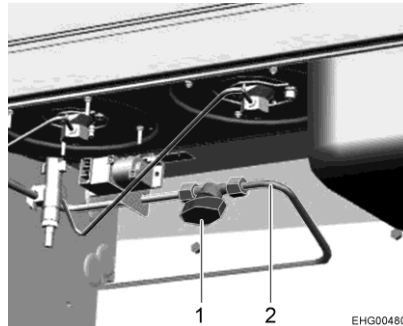

Fig. 28 Robinet d'arrêt de gaz
Dans le véhicule, un robinet d'arrêt de gaz (Fig. 28,1) est installé pour le réchaud à gaz. Le robinet d'arrêt de gaz se trouve sous le réchaud à gaz.
- Ouvrir : ■ Placer le robinet d'arrêt de gaz parallèlement à la conduite de gaz (Fig. 28,2).